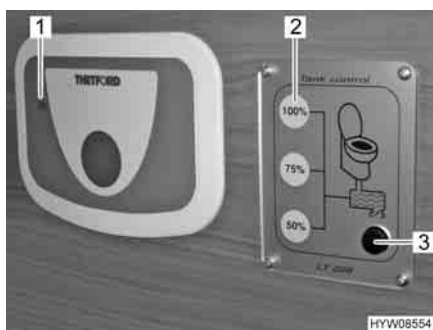

Fig. 161 Pannello di controllo per serbatoio fecale aggiuntivo
Quando il serbatoio fecale della toilette è pieno e la spia di controllo (Fig. 161,1) accanto al pulsante dello sciacquone si accende, grazie ad una pompa elettrica si può svuotare il contenuto del serbatoio fecale in un altro serbatoio fecale aggiuntivo.
- Premere e tenere premuto il tasto (Fig. 161,3) per la pompa.
- Quando l'indicatore di livello (Fig. 161,2) del serbatoio fecale aggiuntivo visualizza 100 %, rilasciare il tasto. Significa che il serbatoio fecale aggiuntivo è pieno.